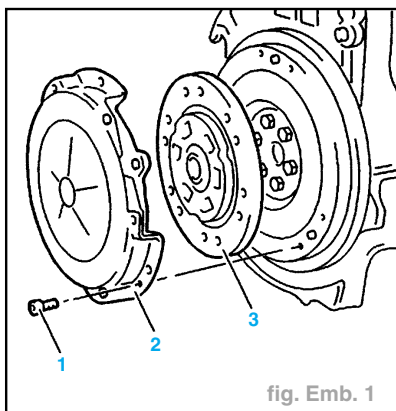

fig. Emb. 1
- les vis de fixation du mécanisme (1) (fig. Emb. 1)
- le mécanisme d'embrayage (2)
- le disque d'embrayage (3)